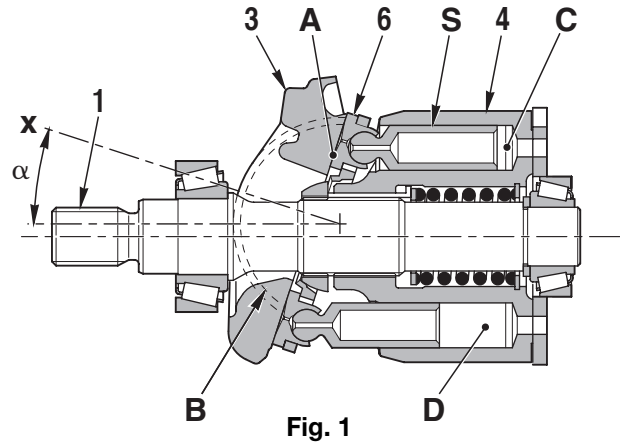

Fig. 1
- 1 - Le bloc-cylindres (4) tourne avec l'arbre (1) et le patin (6) coulisse sur la surface plane «A». Le plateau oscillant (3) se déplace le long de la surface cylindrique «B»; l'angle «a» compris entre l'axe de l'arbre (1) et l'axe X du plateau oscillant (3) varie en modifiant la position axiale des pistons par rapport au bloc-cylindres. L'angle «a» est appelé «angle d'inclinaison du plateau oscillant».
- 2 - Quand l'axe X du plateau oscillant (3) maintient l'angle «α» par rapport à l'axe de l'arbre (1) et donc du bloc-cylindres (4), la surface plane «A» agit comme un excentrique pour le patin (6). Raison pour laquelle, avec la rotation, le piston (5) coulisse dans le bloc-cylindres (4), crée une différence entre les volumes C et D et donc provoque l'aspiration et le refoulement de l'huile dont la quantité est égale à la différence des volumes (D - C=refoulement). En d'autres termes, quand le bloc-cylindres (4) tourne, le volume de la chambre D diminue, c'est la phase de refoulement, et le volume de la chambre C augmente, c'est la phase d'aspiration. (La fig. 1 montre l'état de la pompe quand l'aspiration de la chambre D et le refoulement de la chambre C sont terminés).